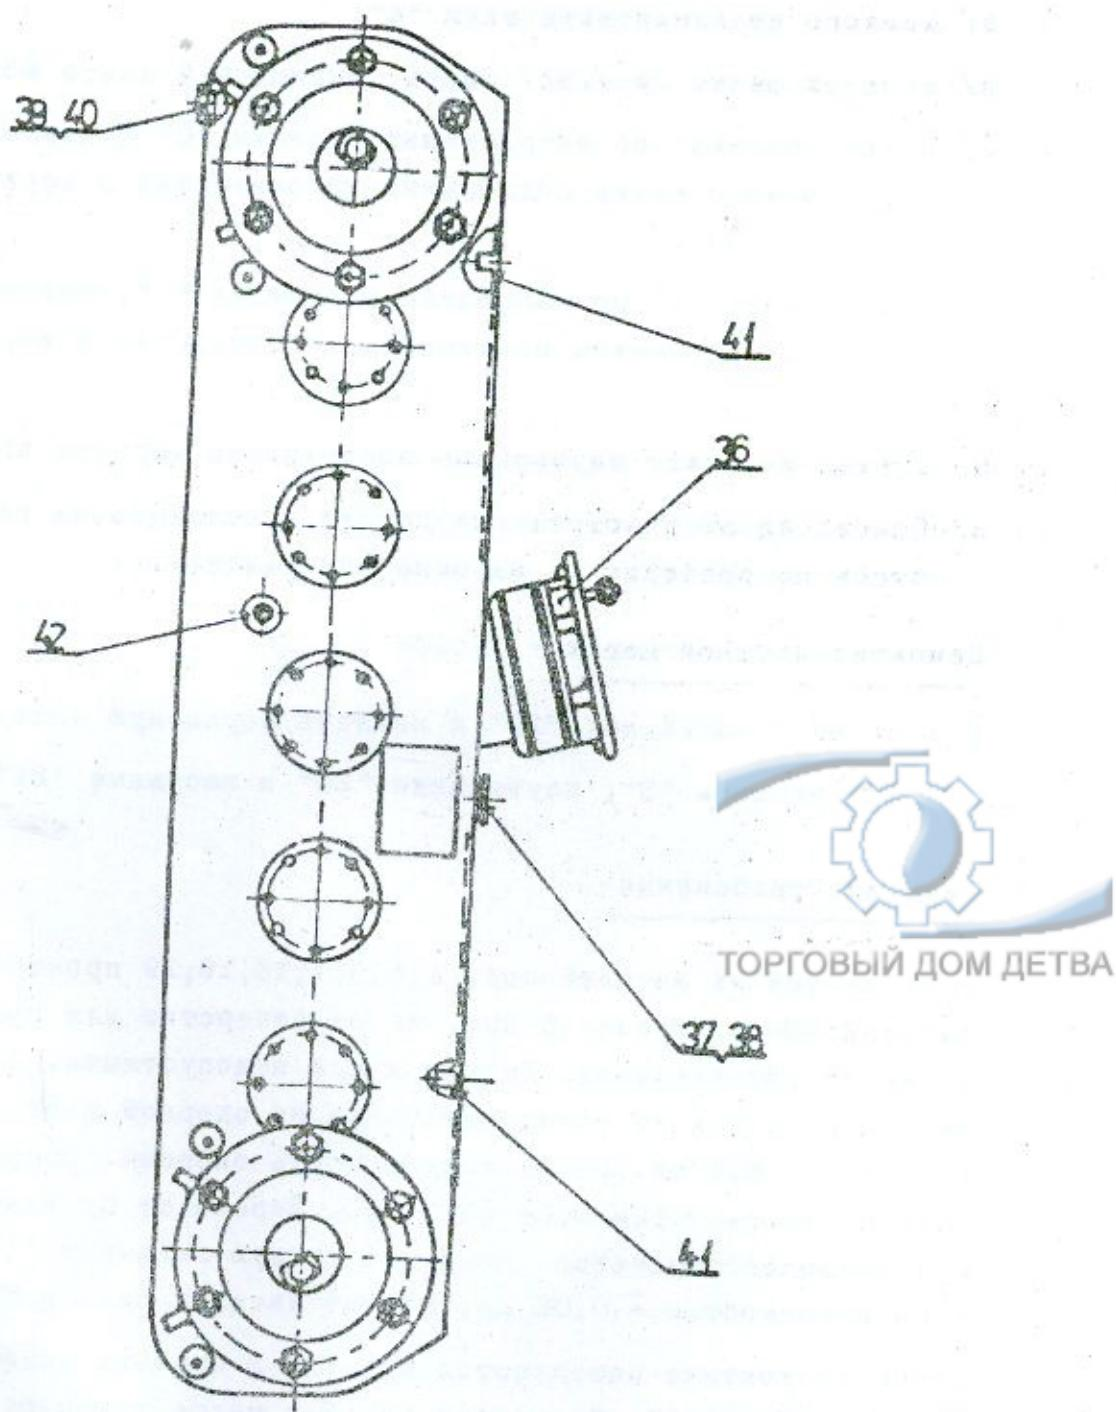
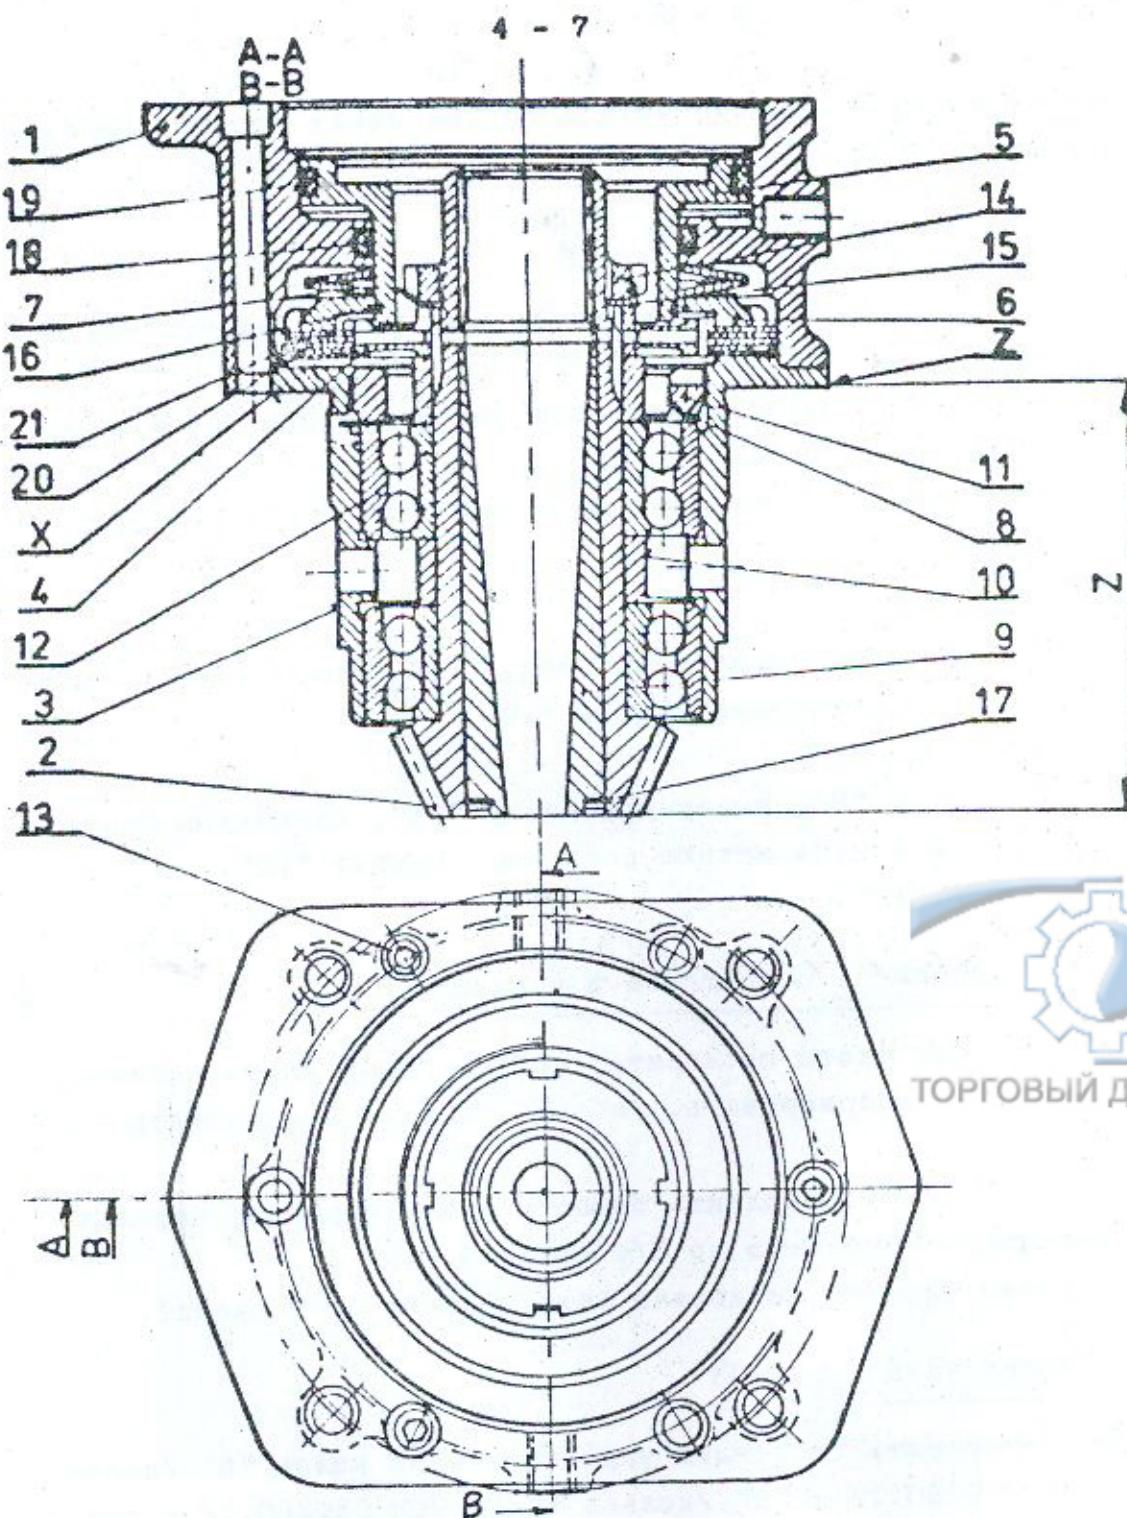

Рис.31 Коробка передач - вид сбоку
Рис.32 Входная шестерня с пластинчатым тормозом
Основу коробок передач представляет корпус коробки передач "1" /рис.30/ с вертикальной входной шестерней "36" /рис.31/ и парой горизонтальных выходных валов "2" /рис.30/. На входной шестерне, с которой пазами соединен гидродвигатель SMF-20, находится мокрая пластинчатая муфта /рис.32/. Шестерня зацепляется с тарельчатым колесом "14" рис.30, установленным на одном валу с цилиндрическим зубчатым колесом "7". Распределение крутящего момента на передний и задний входные валы "2" обеспечивается зубчатыми колесами "6", "7", "8", "9", которые посажены на шлицевых валах 3,4,5. Шлицевые валы расположенные в корпусе "1" в подшипниках качения "10", одинакового исполнения для этих валов. Выходные валы "2" в корпусе коробки установлены в паре подшипников "11" рис.30. На фланцах выходного вала "2" напрессованы винты "22", на которые с помощью гаек "23" крепятся колеса погрузчика. Боковые коробки передач крепятся в раме "34" винтами "29", фиксируемыми шайбами "30" и "31".
- a/ Вывернуть сливную пробку масла "39" /рис.31/ и слить масло в подготовленную посуду. После слива ввернуть сливную пробку на свое место.
- а/ коробку передач тщательно очистить и положить на рабочий стол крышкой "41" рис.31 вверх.
- б/ Снять верхнюю крышку "41" рис. 31.
Монтаж шестерни рис.32
Монтаж входной шестерни рис.32
*z* - расстояние между опорной поверхностью корпуса шестерни и торцом шестерни, замеренное после сборки входной шестерни указываемое из фланце /см. рис.32/.